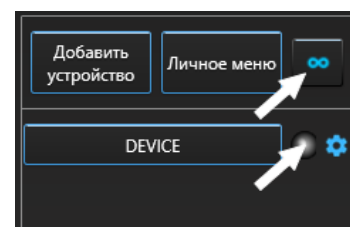

Рис. 28
4. В области выбора устройств нажать иконку  (Рис. 28).